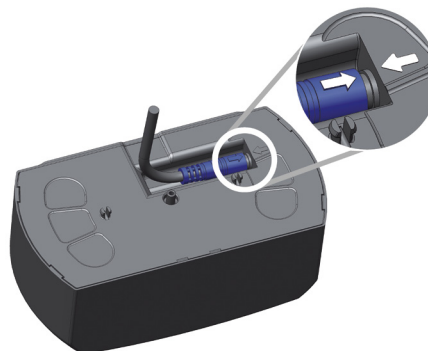

Abb. 12: Anschlusskabel einstecken
5. Anschlusskabel in die Anschlusskabeldose auf der Sensorrückseite stecken, so dass die beiden Pfeile einander gegenüberliegen → Abb. 12.